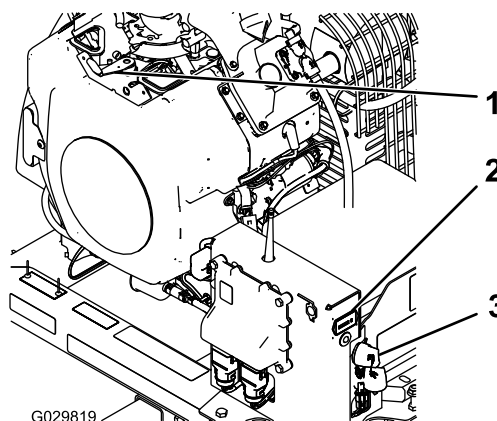

Рисунок 14
2. Поверните ключ зажигания двигателя в положение Пуск (Рисунок 14).
3. Прежде чем покинуть машину, поверните ключ в положение Выкл. и извлеките его из замка зажигания (Рисунок 14).